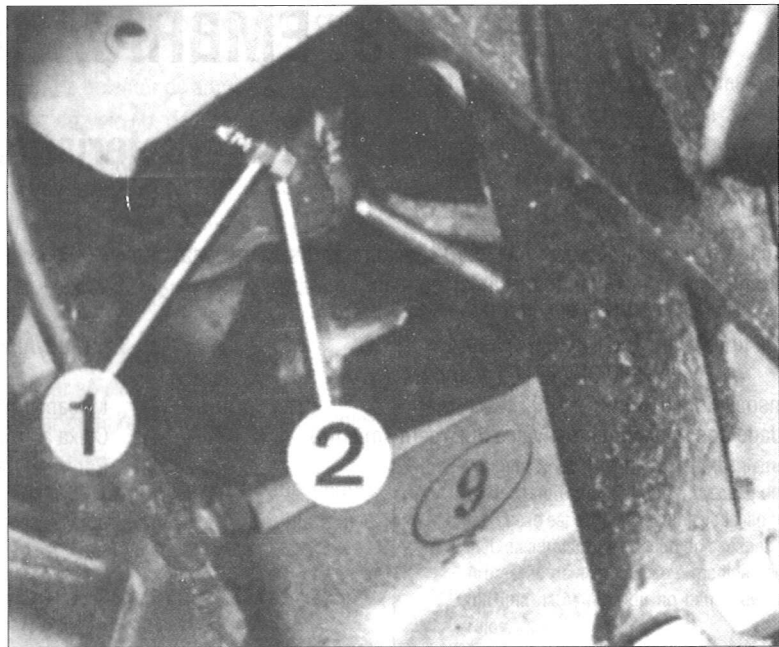

Fig. 36
- Para efectuar esta afinação, desapertar a contra-porca (1) e actuar na porca de afinação (2), de modo a levar o pedal da embraiagem cerca de 3 cm sob o pedal do travão (Fig. 36).